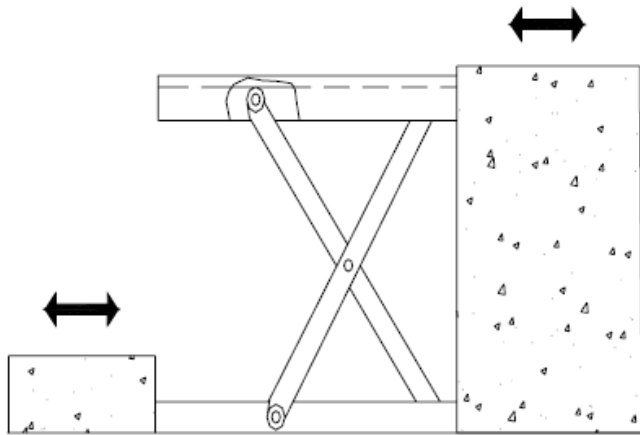

Fig.3
2. Maak gebruik van de meegeleverde hijsogen wanneer men de heftafel gaat plaatsen, schroef deze vast in het frame door de gaten in het tafelblad. Plaats de tafel vervolgens in de gewenste positie. Draai het uiteinde van de vaste arm naar de zijkant waar de lading op het bovenste niveau wordt geplaatst of er vanaf getild (fig.3).